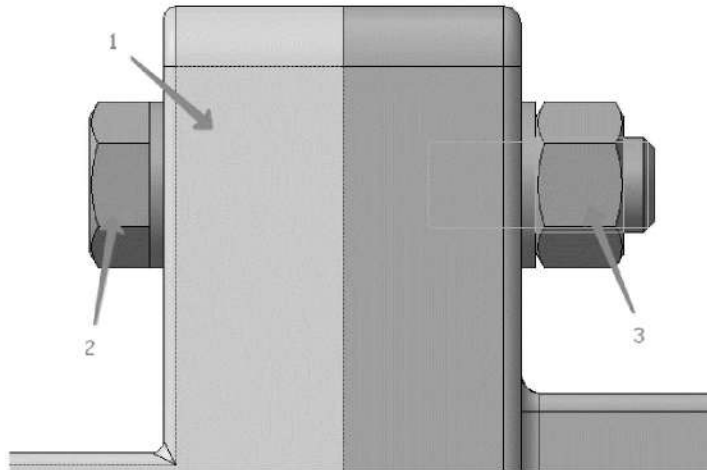

Рисунок 3.118. Задание параллельности граней крепежных элементов
10.3.16 Укажите грань Вилки (1, рисунок 3.118).
10.3.18 Укажите плоские грани Болта и Гайки (2, 3 рисунок 3.118).